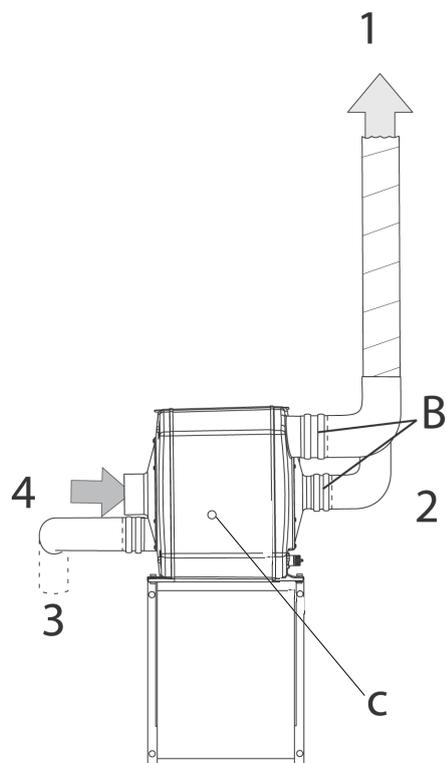

Рисунок 4.5 Необходимые воздуховоды, вид спереди
5. Подключите осушитель к электросети и убедитесь в его работе. Направление вращения ротора можно проверить, сняв пластиковую заглушку сбоку аппарата, см. *Рисунок 4.5*.